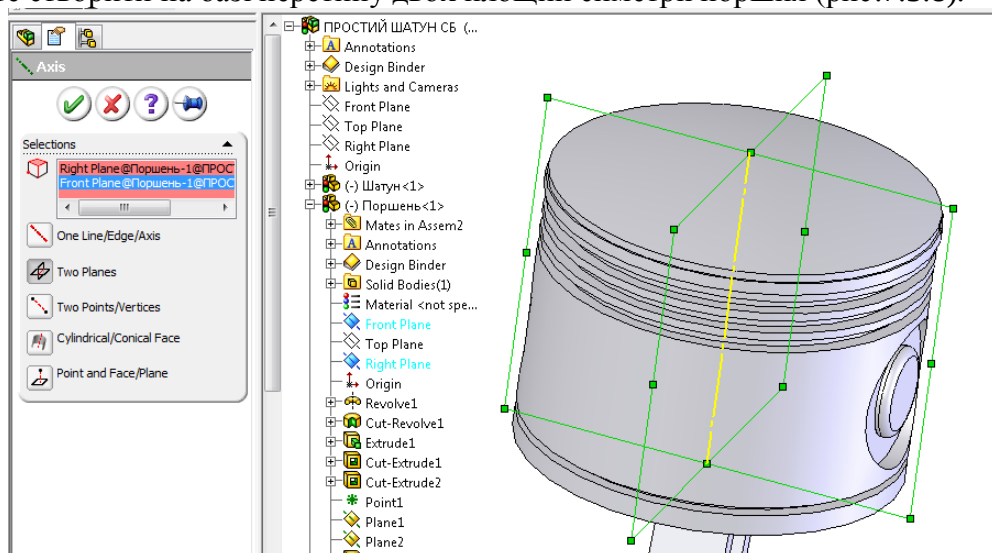
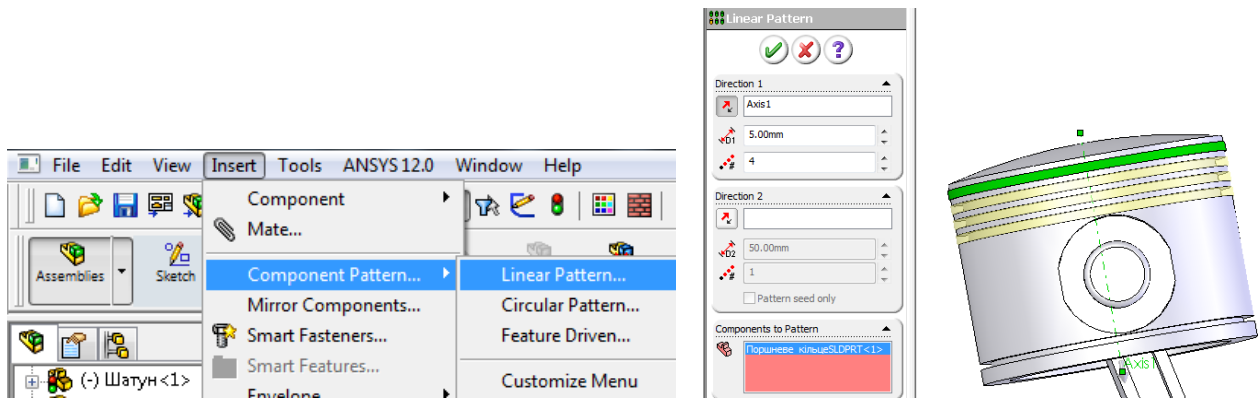

Рис. 7.3.8. Вісь масиву
Рис. 7.3.9 Масив поршневих кілець
5. Використовуючи інструмент лінійний масив (ВСТАВКА->МАСИВ КОМПОНЕНТОВ->ЛИНЕЙНЫЙ МАССИВ), розмножите поршневе кільце у відповідні канавки (рис. 7.3.9). Крок – 5, кількість - 4. У якості направляючої вкажіть довідкову вісь, яку ви маєте створити на базі перетину двох площин симетрії поршня (рис.7.3.8).